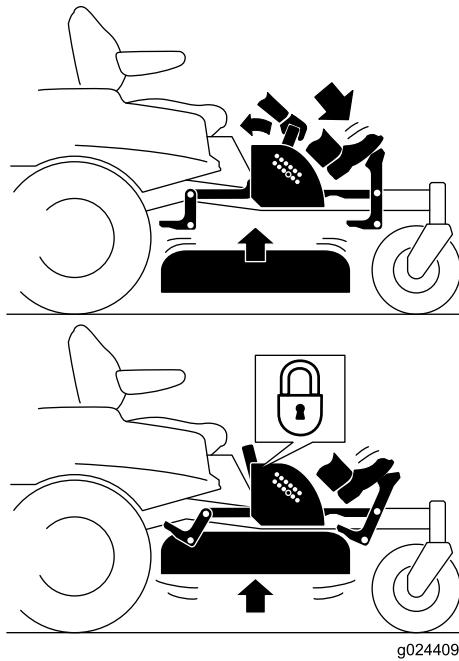

Figure 21
- Enfoncez la pédale pour relever le tablier de coupe; gardez la pédale enfoncée jusqu'à ce que le tablier soit verrouillé en position de transport (Figure 21).
- Appuyez sur la pédale de relevage du tablier avec le pied et tirez la poignée de verrouillage de transport en arrière pour désengager le verrou de transport (Figure 21).
4. Appuyez sur la pédale de relevage du tablier avec le pied et tirez la poignée en arrière pour désengager le verrou de transport (Figure 21).